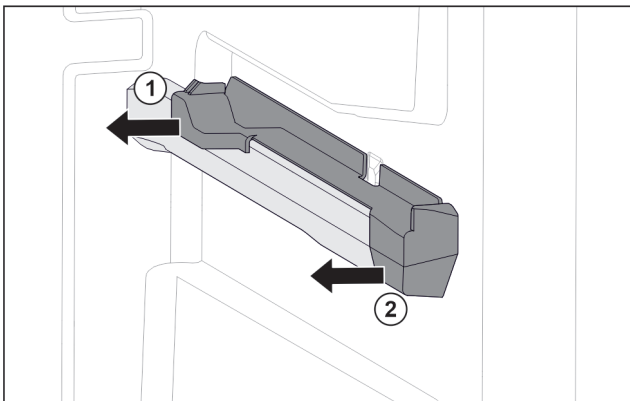

Fig. 83 Aufsteckteil auf der rechten Behälterrippe
- Aufsteckteil hinten zur Seite abziehen. Fig. 83 (1)
- Aufsteckteil vorne zur Seite abziehen. Fig. 83 (2)